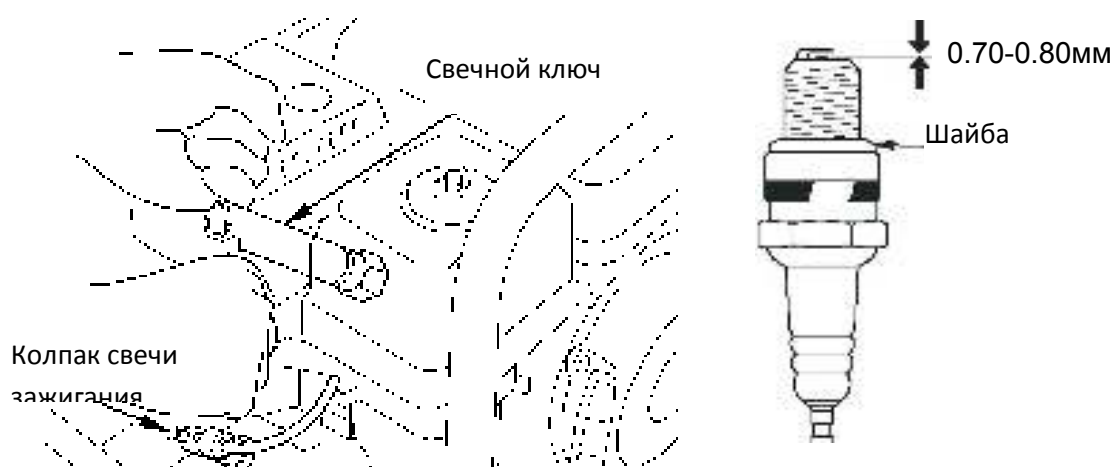

Рис.18
## ОБСЛУЖИВАНИЕ СВЕЧИ ЗАЖИГАНИЯ (Рис.18)
1. Открутите болты(1) 3 шт. и снимите крышку глушителя(3) Рис.18